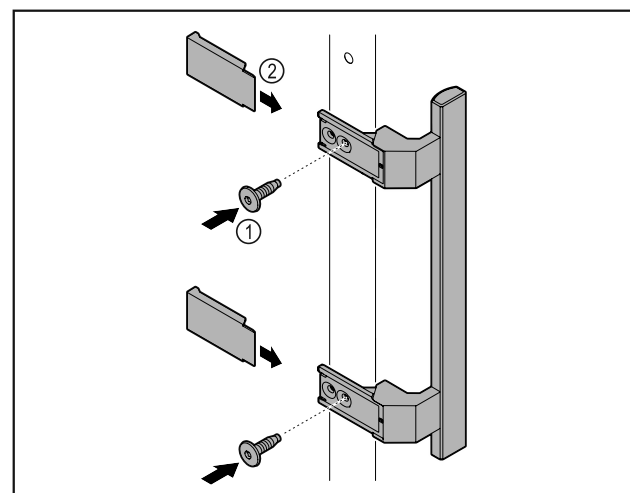

Fig. 9
- Montera handtaget från tillbehörspaketet på dörren med de skruvar Fig. 9 (1) som medföljer.
- Sätt på skyddet Fig. 9 (2).